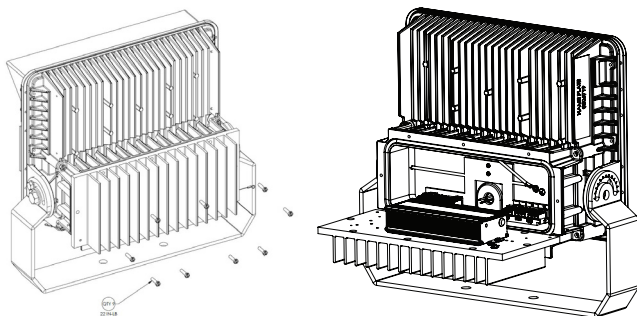

Figure 1
1. Ouvrir le panneau arrière/le dissipateur thermique en desserrant neuf (9) vis en acier inoxydable de 10-24 x 0,75 po à l'aide d'une douille de 1,6 cm (5/8 po) ou d'un tournevis à tête plate (voir la figure 1). Il faut ôter le panneau du dissipateur thermique en soulevant l'un des coins de l'extrémité supérieure afin d'éviter d'endommager le joint d'étanchéité.